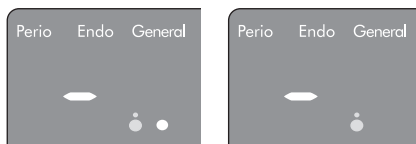

図20
- ・水量のバーグラフは、青色ランプ1つ 白色ランプ1つ点灯時が最少です。青色ランプのみの点灯時は注水が止まります。(図20)